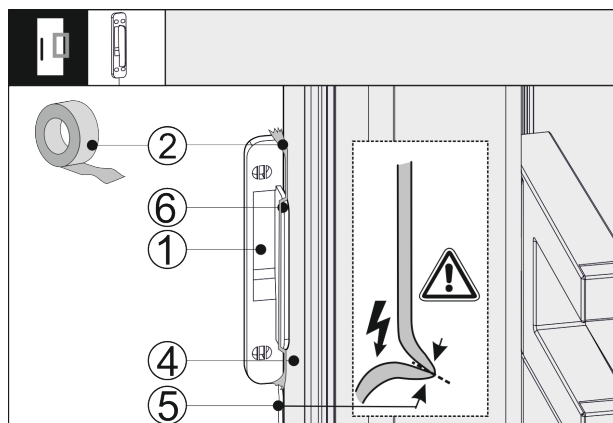

Fig. 42
- Positionner le capteur de frappe Fig. 42 (1) sur le côté de la porte de l'appareil Fig. 42 (4), de sorte que la butée Fig. 42 (6) se trouve contre la porte de l'appareil Fig. 42 (4). Le câble du capteur Fig. 42 (5) est légèrement tendu et se trouve également contre la porte de l'appareil Fig. 42 (4).
- Fixer le capteur de frappe Fig. 42 (1) avec du ruban adhésif Fig. 42 (2). Le capteur de frappe sera ensuite vissé dans la façade du meuble.